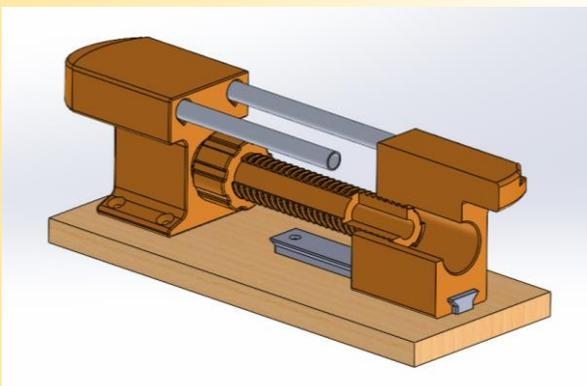
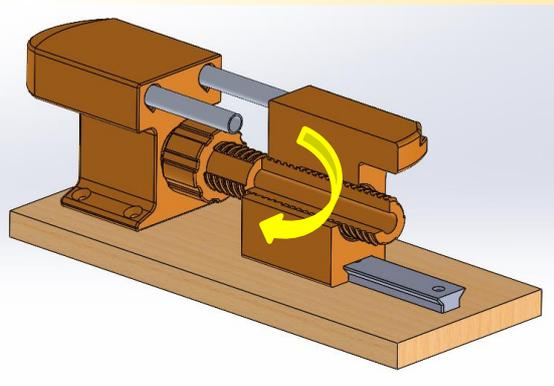

Abb.1
Abb.2
*Stelle deinen Skischuh auf den Spanner. Im Freilauf verschiebst du die beiden Klötze gegeneinander (Abb.1). Danach musst Du die Schraube um eine 1/3 Umdrehung (60°) in eine beliebige Richtung drehen um sie festzustellen (Abb.2).*